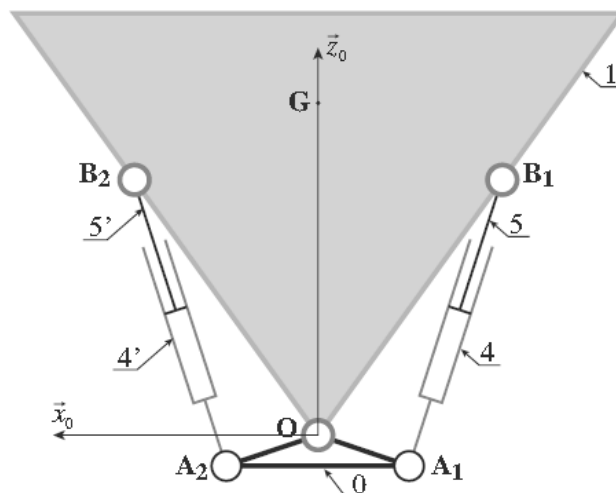

Figure 2 - Schéma cinématique du modèle mécanique adopté
- Q2** En considérant la liaison équivalente que vous avez déterminée pour les contacts corps du vérin, ensemble {piston-tige}, déterminer le nombre de mobilités m_c du mécanisme modélisé par le schéma cinématique plan de la **Figure 2**.